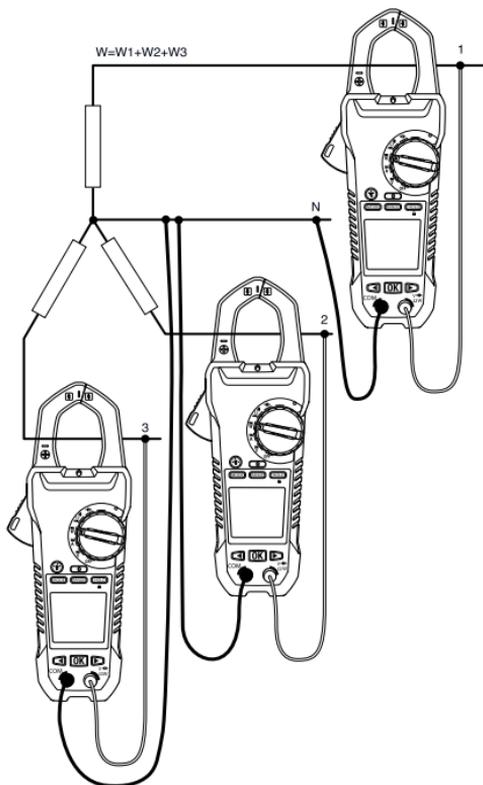

Figure 5.4 Mesure en configuration quatre fils, triphasée
La puissance d'une configuration à quatre fils triphasée se mesure en trois étapes, conformément à la figure 5.4. La puissance totale est la somme des trois mesures : $W = W_1 + W_2 + W_3$.
3. Prenez trois mesures de la puissance active, conformément à la figure 5.4.